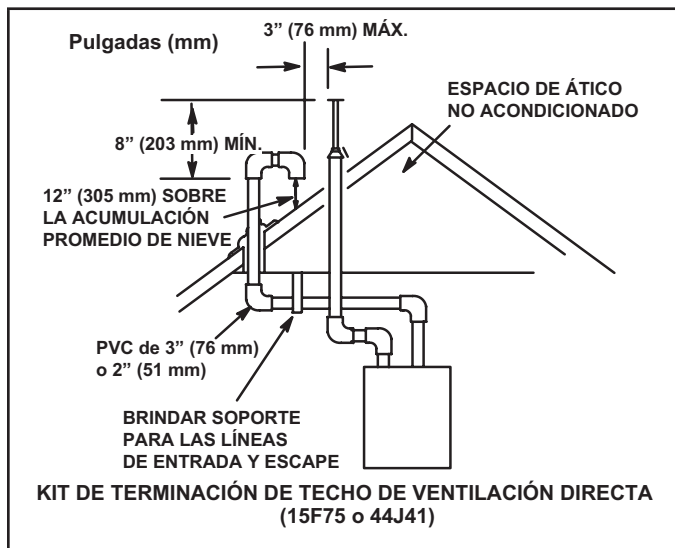

FIGURA 30
Las tuberías de entrada y de escape se pueden tender ya sea horizontalmente a través de una pared exterior o verticalmente a través del techo. En instalaciones en un ático o clóset, se prefiere la terminación vertical a través del techo. La "FIGURA 30" hasta la "FIGURA 37" muestran terminaciones típicas.
- 3 - En las terminaciones de techo, la tubería de entrada debe terminar recta hacia abajo usando dos codos de 90° ("FIGURA 30").